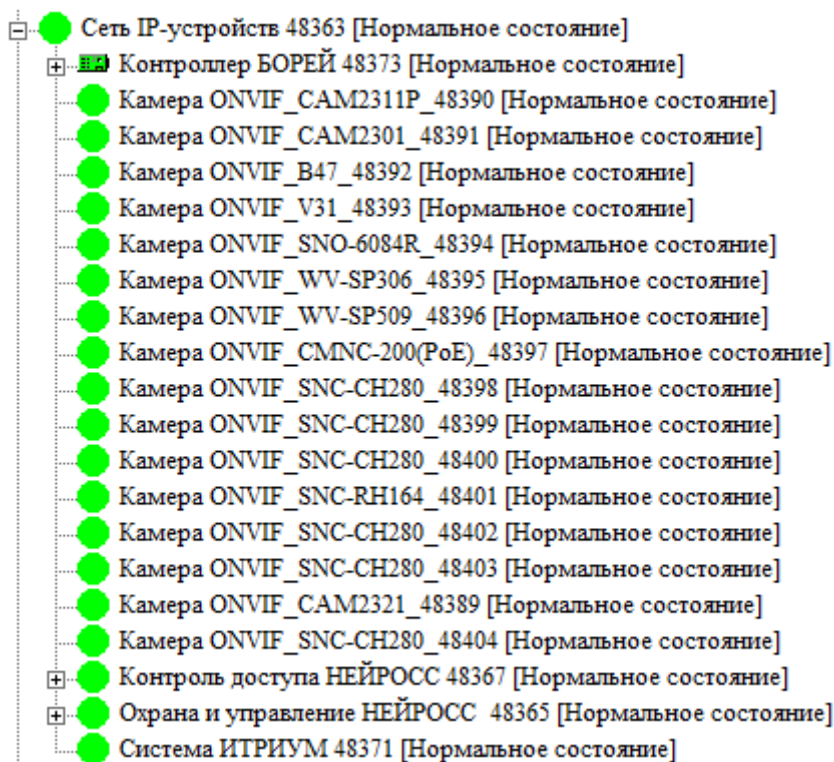

Рисунок 9.79 — Сеть IP-устройств. Дерево элементов с ONVIF-устройствами
- По умолчанию задан не строгий режим фильтрации доменов. Это означает, что принимаются извещения от устройств, не имеющих домены (например, ONVIF-камер) и устройства «видны» в системе безопасности (рисунок 9.79). Если принимать извещения от таких устройств не требуется, необходимо в окне частных свойств элемента **Служба НЕЙРОСС** установить флаг в поле **Строгий режим фильтрации доменов**, сохранить параметры и перезапустить службу.